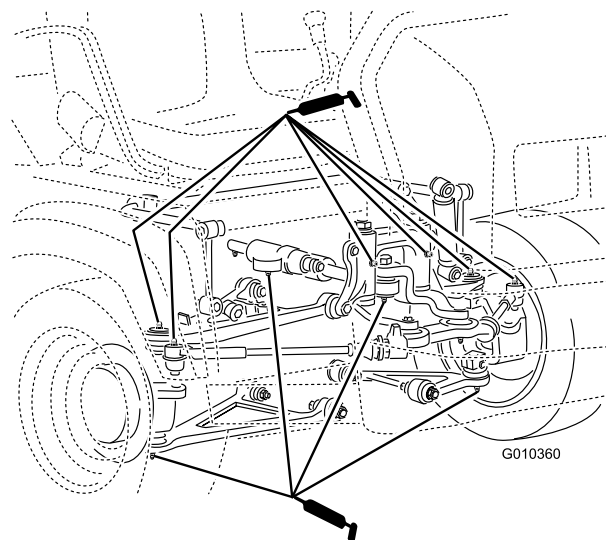

Figure 36
- Rotules (4), biellettes (2), supports de pivot (2) et vérin de direction (2) (Figure 36)